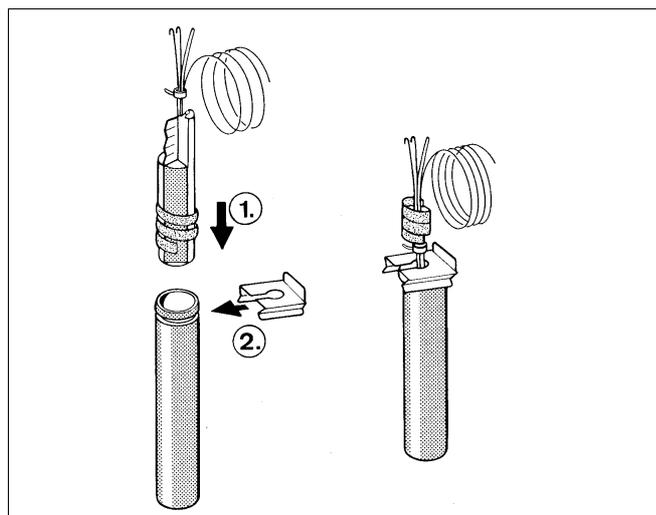

Fig.4 Ilustração do princípio
- Ao introduzir a espiral de material sintético - para manter os sensores juntos - esta deslizará automaticamente para trás no momento da inserção (fig. 4).
Para assegurar o contacto directo entre o casquilho de imersão e as superfícies de contacto dos sensores e para estabelecer subsequentemente uma transmissão segura da temperatura, deve introduzir-se uma mola de compensação entre os sensores (fig. 4).
- Empurrar o fusível do sensor pelo lado ou por cima contra a cabeça do casquilho de imersão (fig. 4).